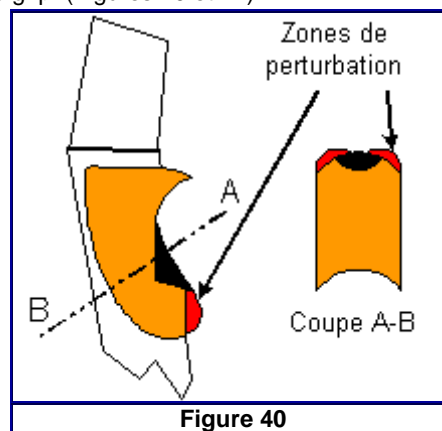

Figure 40
- Il faut éliminer par ponçage les zones à tendances d'appuis latéraux et renforcer en épaisseur la zone centrale de pression sur le grip. (Figures 40 et 41)